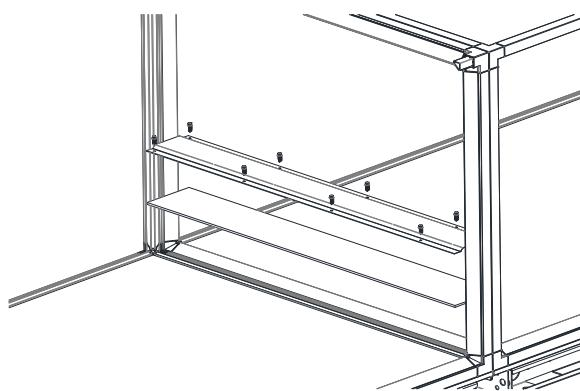

图4.9 底部段连接条安装示意图*
3. 将贴有保温棉的段连接板按照图4.9所示，横跨两个运输段放置，使用合适的自攻钉将段连接板固定在2个运输段之间（建议两侧每间隔300mm固定一个螺钉），见下图4.9：以底部段连接处安装进行示意，其余三面的安装方式相同。